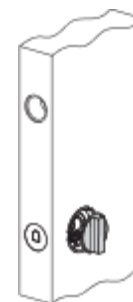

Fig. 4
4. Inserire pomolo e disco emergenza nei supporti spingendoli in battuta sino all'aggancio degli stessi (Fig. 4).
Insert the knob and the emergency disc against the plastic supports until the engagement thereof (Fig. 4).